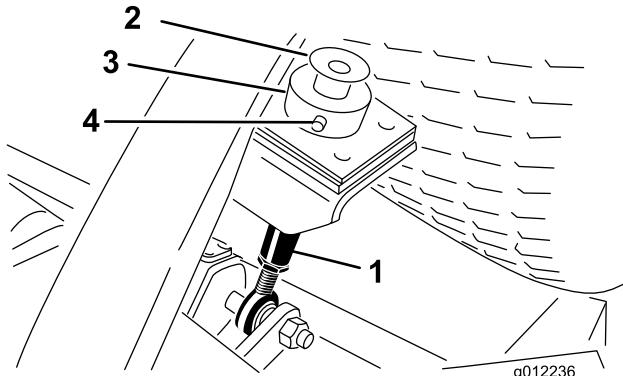

Bild 23
3. Nehmen Sie den Lastösenbolzen und den Splint ab, mit denen der Schnitthöhenstellring hinten am Mähwerk an der Schnitthöhenstange befestigt ist (Bild 23). Nehmen Sie den Schnitthöhenstellring ab.